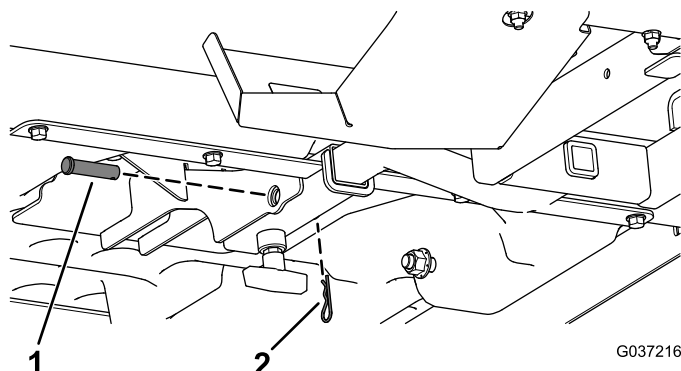

Bild 8
7. Befestigen Sie die zusammengebaute Halterung für den Handstreuwagen mit dem Lastösenbolzen und dem Splint (Bild 8).